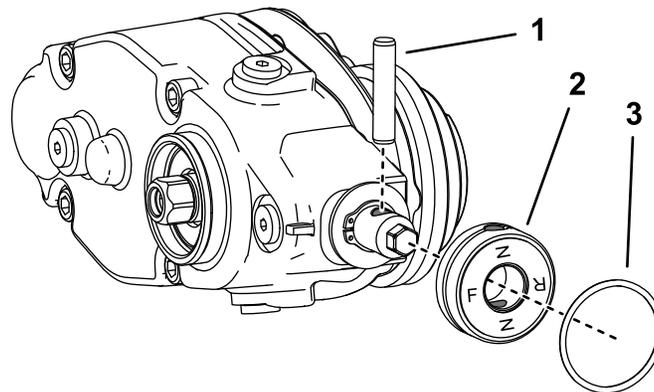

**Figura 14**
1. Aplique retentor para peças cilíndricas de média resistência (por exemplo, Loctite® 609 verde) em redor da ranhura do anel de encaixe e da superfície do diâmetro exterior (Figura 14).
2. Instale a tampa como se mostra na Figura 14.